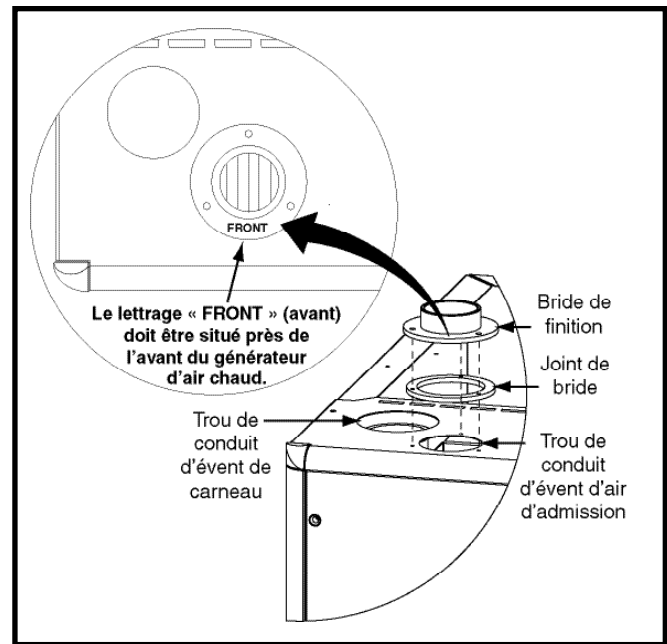

Figure 19. Bride de finition
REMARQUE : Pour une installation appropriée, il est important d'aligner le conduit et les trous de vis dans les brides de finition, le joint d'étanchéité et l'armoire. Consulter le Figure 19.
2. Placer la bride de finition sur le dessus du joint d'étanchéité de bride. **REMARQUE** : S'assurer que la bride est bien orientée de façon à ce que le lettrage « FRONT » (avant) soit situé à proximité de l'avant du générateur d'air chaud, comme indiqué à la Figure 19.